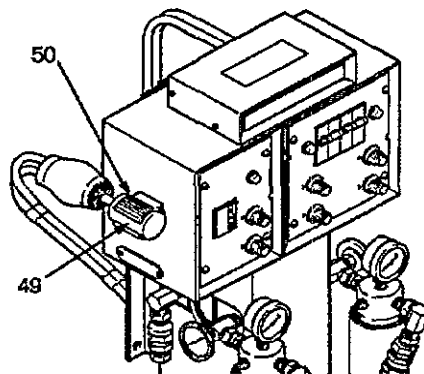

Fig. 14
14. **Conectar la manguera de alimentación de las bombas de desplazamiento.** Deslizar una cinta de identificación (ISO o RES) sobre el extremo de cada manguera de alimentación (45). Conectar una manguera de alimentación entre la salida de líquido de la bomba de alimentación (36) y la válvula de entrada de líquido (321) de 3/4 npt (f) de cada bomba de desplazamiento (48). Ver **Instalación típica**.
15. Retirar el **captador (49)** del ATC de la abrazadera (50) y colocarlo fuera de la superficie que se desea pulverizar. El captador tiene un cable de 4,6 metros. Ver Fig. 14.